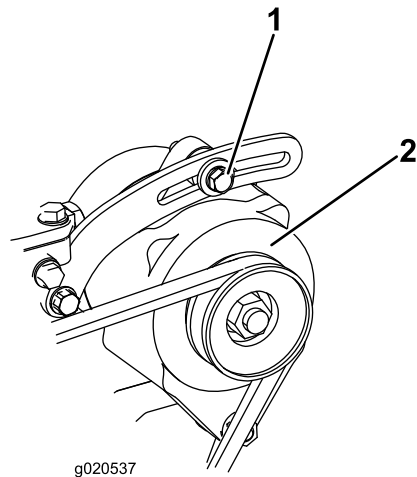

Bild 65
2. Lockern Sie die Befestigungsschrauben der Lichtmaschine (Bild 65).